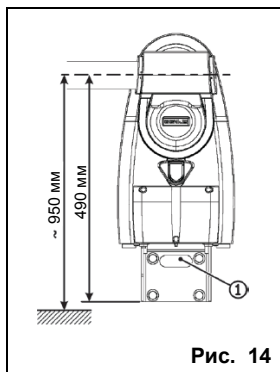

Рис. 14
В настенном исполнении электрические кабели допускается заделывать в стену и выводить в месте крепления привода (рис. 14, поз. 1) или выполнять наружную проводку, пряча кабели в соответствующие короба или каналы. Более подробные сведения по размещению кабелей приведены в разделе 4.3.1
1. Отметить на стене место установки планки, учитывая размеры, приведенные на рис. 14. Рекомендуется устанавливать привод таким образом, чтобы стрела находилась приблизительно на высоте 1 метра от земли.